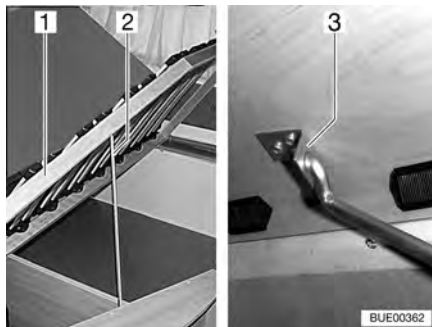

Fig. 71 Letto fisso
- Sollevare il telaio portamaterasso (Fig. 71,1), allentare la guida (Fig. 71,2) dal suo ancoraggio e inserirla nel foro del supporto (Fig. 71,3).
- Sollevare il telaio portamaterasso (Fig. 71,1), allentare la guida (Fig. 71,2) dal supporto (Fig. 71,3) e incastrarla nell'ancoraggio.